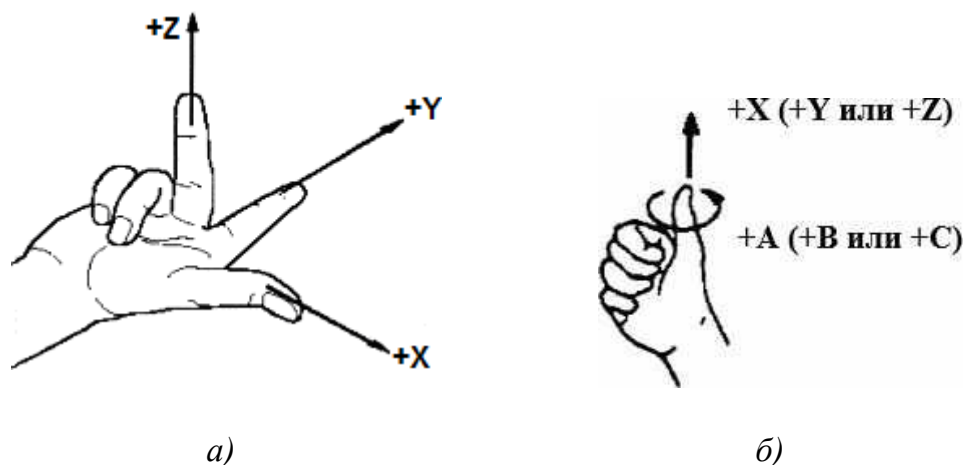

Рис. 1. Выбор направления осей X , Y , Z станка с ЧПУ (*а*) и направления вращения относительно этих осей (*б*) по правилам правой руки
Системы координат в станке можно выбрать различным образом, но для сокращения трудозатрат при составлении управляющей программы, упрощения наладки станка и уменьшения объема необходимых вычислений – выбор систем координат и направления осей, по которым перемещаются исполнительные органы станка, стандартизованы. В стандартной системе координат станка положительные направления осей X , Y , Z определяются **по правилу правой руки**. Большой палец (рис. 1, *а*) указывает положительное направление оси абсцисс (X), указательный – оси ординат (Y), средний – оси аппликат (Z).
Положительные направления вращения вокруг осей X , Y , Z определяются вторым правилом правой руки, согласно которому большой палец располагают поочередно по направлению осей X , Y , Z , тогда остальные согнутые пальцы укажут положительное направление вращения относительно рассматриваемой оси (рис. 1, *б*). Пользуясь этими правилами, можно без затруднений определить не только положительные направления осей X , Y , Z , но и положительные направления вращения исполнительных органов для станка с ЧПУ.